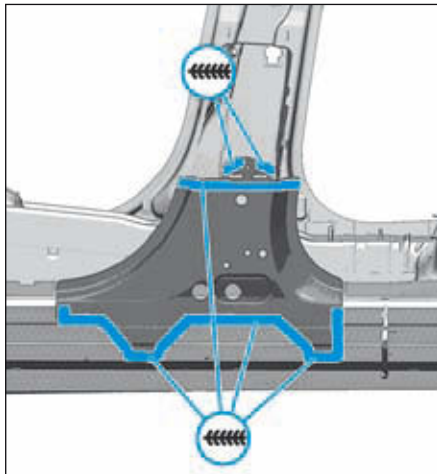

FIG.46
- Ajuster et souder comme illustré (Fig.46).